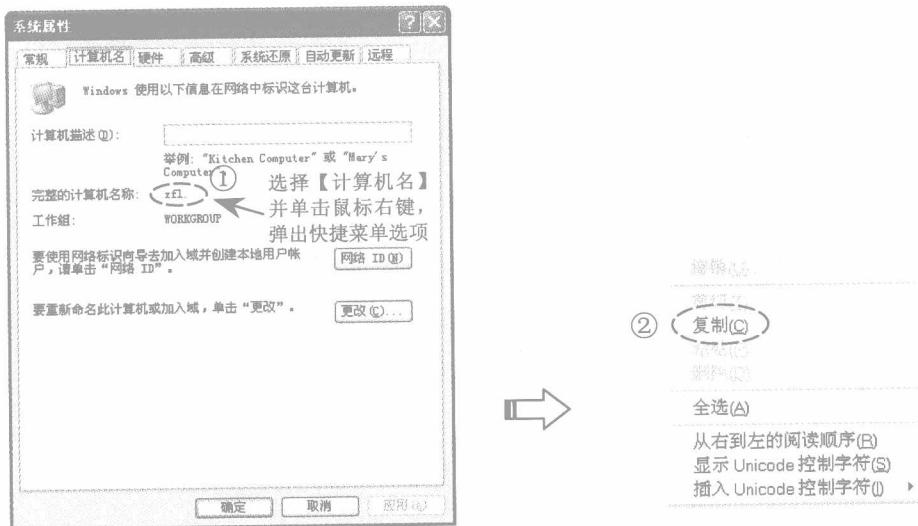

图 1-1 复制计算机名称
- (1) 在安装之前将计算机名称复制到文档，即可使服务 License 安装生效。
- (2) 在 Windows XP 桌面上选择“我的电脑”并右击，弹出快捷菜单选项，然后选择【属性】选项，弹出【系统属性】对话框，然后按照图 1-1 所示的指引进行操作。